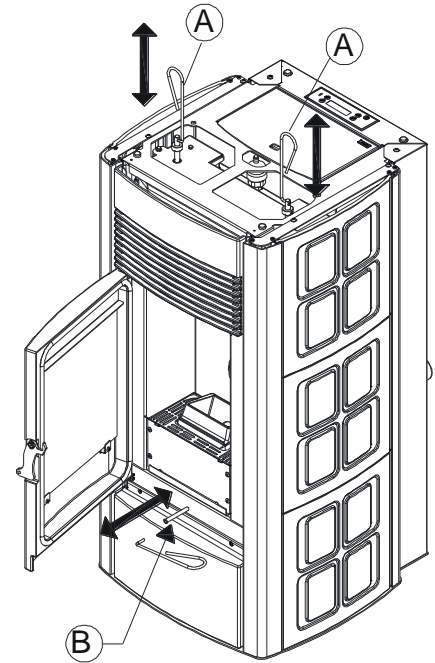
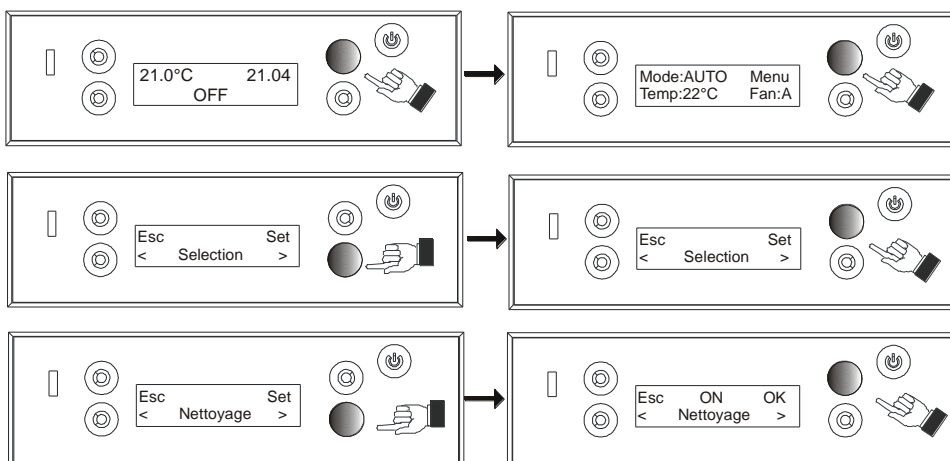

Figure 14 - Nettoyage du faisceau tubulaire interne moyennant des grattoirs
Figure 15 – Fonction "Nettoyage"
1. **Activer la fonction "NETTOYAGE"** – agir sur le tableau de commande, sélectionner Menu avec la touche en haut à droite (D), avec la touche en bas à droite (C) sélectionner Configurations, taper Set (Touche D) et faire défiler le menu avec les touches C et F jusqu'à trouver le message "NETTOYAGE", appuyer sur OK (TOUCHE D) et activer ON – cette procédure active les ventilateurs qui permettent l'expulsion des fumées sur le conduit de conduit. (fig.15).
3. À l'aide de la main froide fournie, passer les tiges situées sous le dessus du haut vers le bas 5-6 fois afin d'éliminer la suie qui s'est déposée sur les tuyaux (A).
4. Extraire la tige escamotable à l'aide de la main froide, tirer et pousser 5-6 fois la tige (B). (voir figure 14)